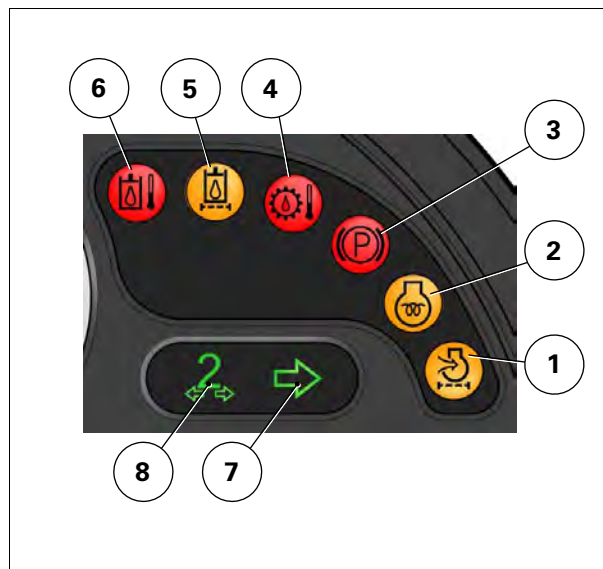

Рис. 5.
- (4) Панель световых индикаторов тормозной системы прицепа/вспомогательного гидравлического оборудования/температуры двигателя/системы охлаждения рис. 5.
- (5) Подсветка левого указателя поворота и указателя поворота 1-го прицепа.
- (6) Подсветка правого указателя поворота и указателя на 2-м прицепе.
- (7) Температура охлаждающей жидкости двигателя